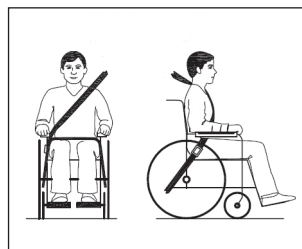

Figure 4
- La ceinture abdominale doit passer en travers, sur le devant de l'utilisateur, là où la hanche et le bassin se rejoignent. La ceinture doit bien adhérer au corps. La ceinture supérieure doit entièrement soutenir l'utilisateur, comme indiqué sur la figure 4.